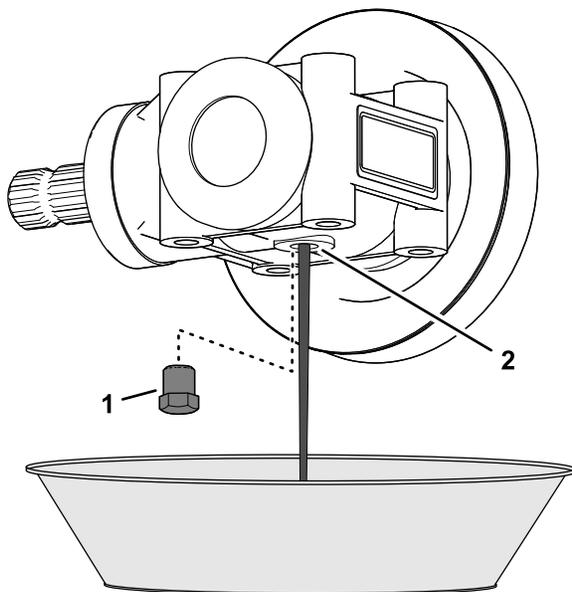

**Figura 120**
3. Gire la caja de engranajes para alinear el orificio del tapón de la caja hacia arriba (Figura 120).
4. Añada 112 ml de aceite del tipo especificado en la caja de engranajes a través del orificio del tapón de la caja (Figura 120).
5. Coloque el tapón de la caja en el orificio del tapón de la caja de engranajes de la carcasa de la segadora (Figura 120).